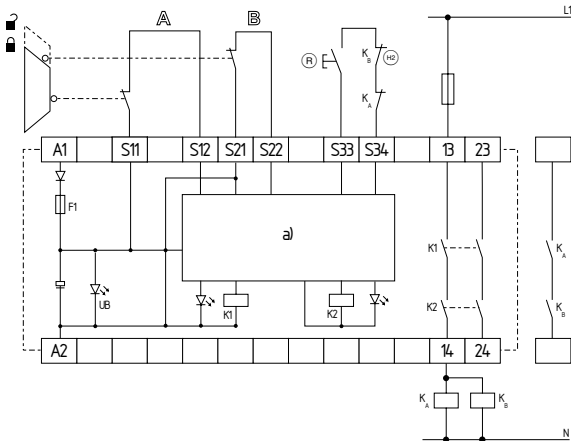

Abb. 2
**Zweikanalige Ansteuerung, dargestellt am Beispiel einer Schutztürüberwachung mit zwei Positionsschaltern, davon ein Kontakt zwangsöffnend; mit externem Reset-Taster  $\text{\textcircled{R}}$  (siehe Abb. 2)**